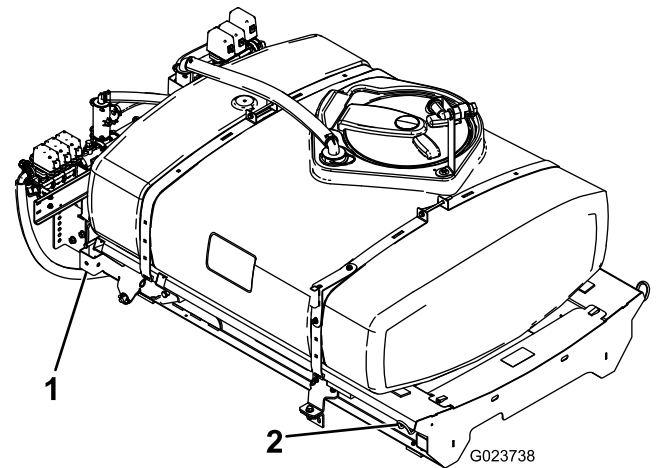

Bild 8
- Heben Sie das Behältergestell (Bild 8) mit einer Hebevorrichtung an und positionieren Sie es über den Fahrzeugrahmen. Die Pumpe und das Ventil sollten nach hinten zeigen.